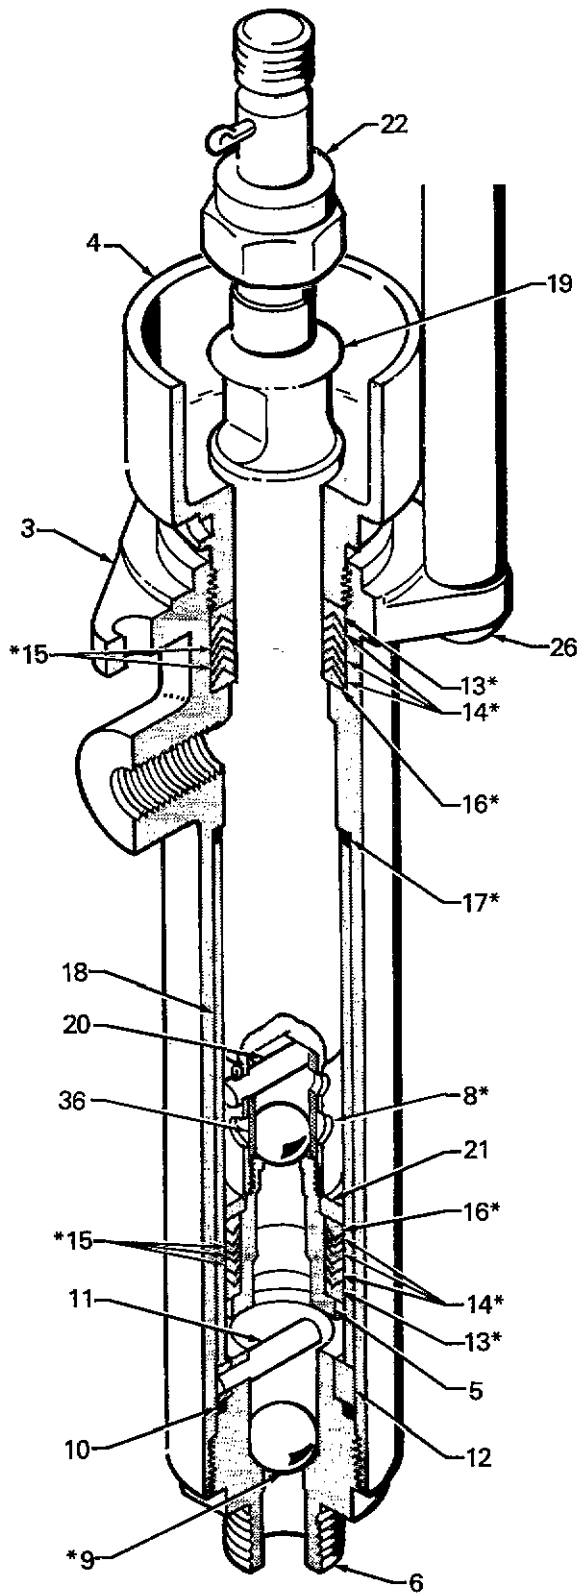

Fig 4
Mettre en place, dans l'ordre, un presse-étoupe femelle (13*), une garniture en V UHMWPE (14*), une garniture en V en cuir (15*), une garniture en V UHMWPE (14*), une garniture en V en cuir (15*), une garniture en V UHMWPE (14*), un presse-étoupe mâle (16*), l'arrêt de garniture (21), et la bille (8*), sur le piston (5). Voir Fig 4.
10. Visser le corps de piston (5) dans la tige de piston (19), et serrer à un couple compris entre 68 et 82 Nm.
Mettre en place, dans l'ordre, un presse-étoupe mâle (16*), une garniture en V UHMWPE (14*), une garniture en V en cuir (15*), une garniture en V UHMWPE (14*), une garniture en V en cuir (15*), une garniture en V UHMWPE (14*), et un presse-étoupe femelle (13*), dans l'ajutage du carter de pompe (3). Voir Fig 4.
12. Guider la tige de piston dans la partie inférieure du carter de pompe (3), et minutieusement à travers les garnitures d'ajutage. Placer l'écrou de presse-étoupe (4) sans le serrer.
13. Placer la bille (9*) dans le corps de la soupape d'aspiration (6). Mettre en place le joint torique (10), l'arrêt (12), et l'axe d'arrêt à bille (11). Visser fermement l'ensemble dans le carter de pompe (3).
14. Assembler la tige de piston et l'écrou de raccord (22). Aligner les bielles et le carter de pompe, puis serrer les écrous de bielles (26).